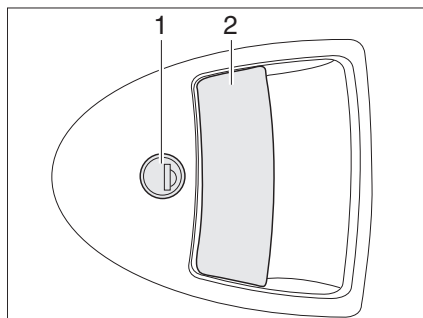

Fig. 20 Serrure de la porte, à l'extérieur
- Insérer la clé dans le barillet (Fig. 20,1) et la tourner dans le sens des aiguilles d'une montre jusqu'à ce que la serrure de la porte soit déverrouillée.
- Tirer sur la poignée de la porte (Fig. 20,2). La porte est ouverte.
- Insérer la clé dans le barillet (Fig. 20,1) et la tourner dans le sens inverse des aiguilles d'une montre jusqu'à ce que la serrure de la porte soit verrouillée.